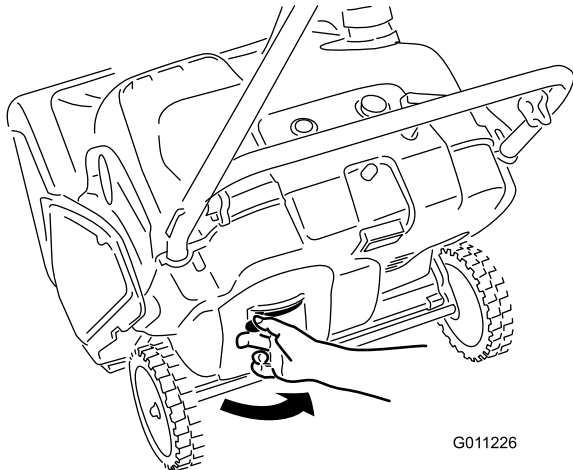
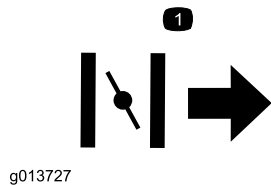

Figure 12
Figure 13
2. Déplacez la manette de starter vers la droite (Figure 12 et Figure 13).